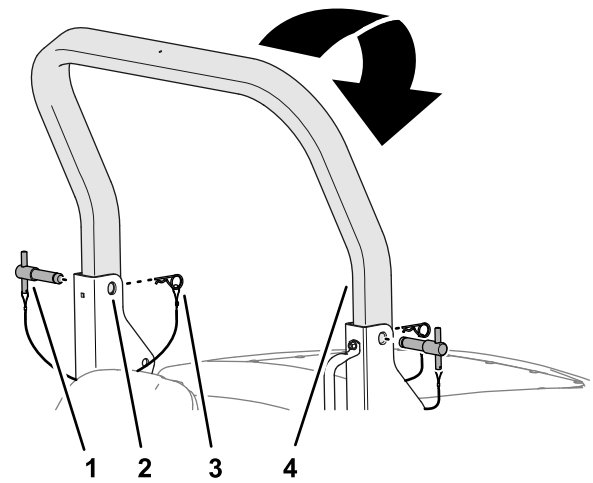

Bild 20
2. Entfernen Sie die Splinte aus den Überrollbügelstiften in den Schwenkhalterungen des unteren Überrollbügelrahmens (Bild 20).
3. Halten Sie das Gewicht des oberen Überrollbügels und entfernen Sie die Überrollbügelstifte aus den Schwenkhalterungen (Bild 20).